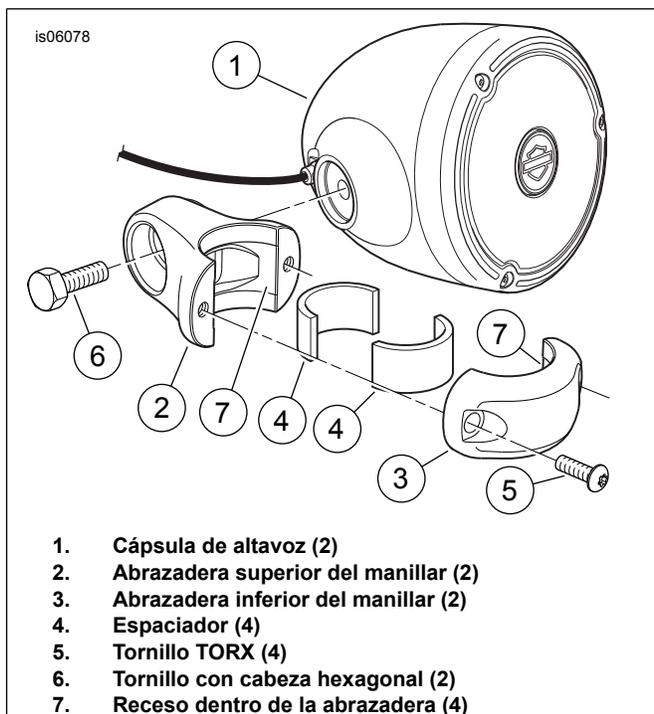

Figura 3. Instalación del altavoz montado en el manillar
1. Vea Figura 3. Obtenga del kit los siguientes artículos:
- Conjunto de cápsulas de altavoz (1)
- Dos abrazaderas superiores del manillar (2)
- Dos abrazaderas inferiores del manillar (3)
- Cuatro espaciadores (4)
- cuatro tornillos (5)
- dos tornillos (6)